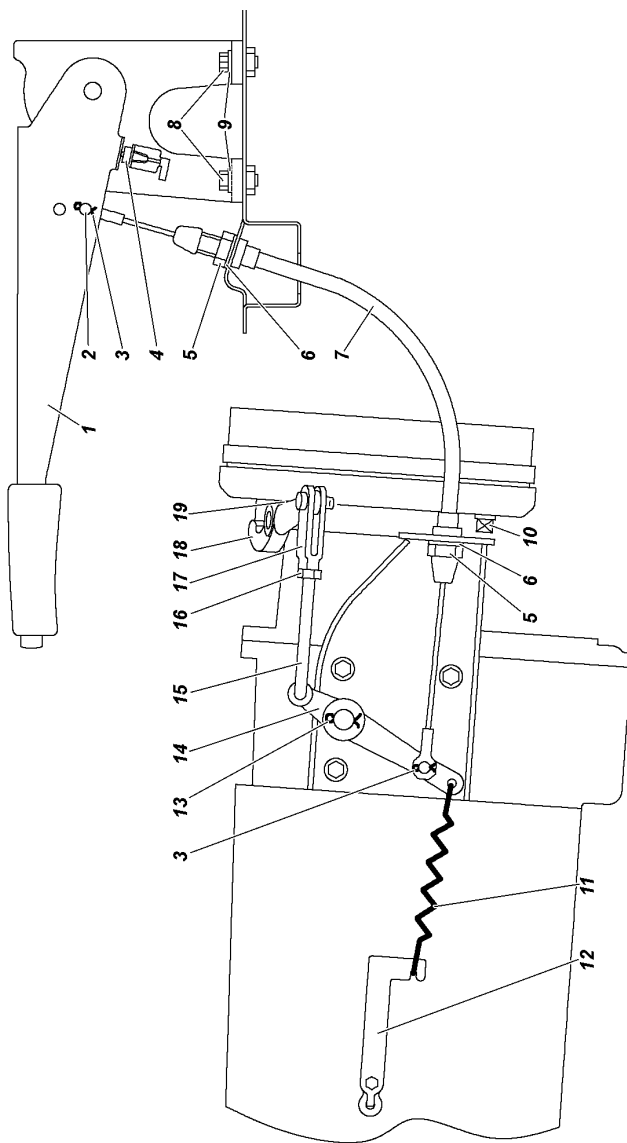

Рис. 9.61. Привод стояночного тормозного механизма для автомобилей с пятиступенчатой коробкой передач:
2. Переместите рычаг стояночного тормоза 1 (рис. 9.61, 9.62) в крайнее нижнее положение.